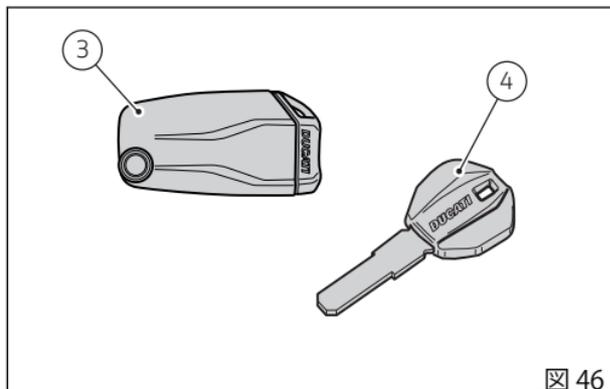

図 46
Key-ON するには、パッシブキー (4、図 46) があるときに Hands Free ブロックのボタン (7) を押します。
Key-OFF するには Hands Free ブロック (1、図 34) のボタン (7) を押します。キー (4、図 46) がなくても Key-OFF が可能です。